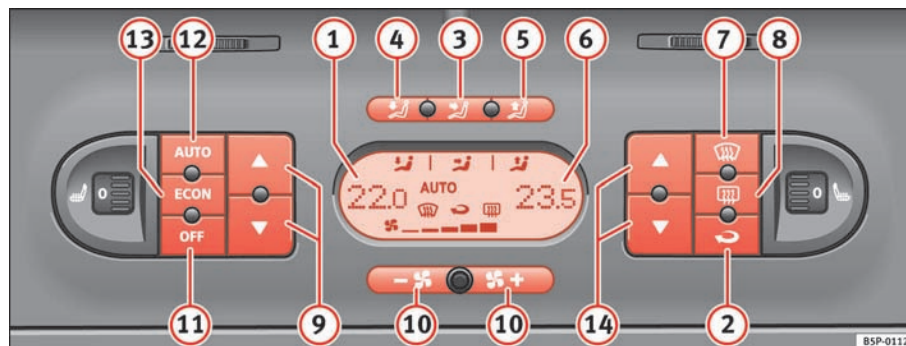

Fig. 133 På instrumentpanelet: betjeningselementer til 2-zoners klimaanlæg, Climatronic
- Tryk på en af knapperne ⇒ fig. 133 3 til 5, **ECON** eller på knappen til blæseren 10. Symbolet **AUTO** forsvinder fra
- Tryk på knappen  ⇒ side 157, fig. 133  for at aktivere eller deaktivere recirkulationsfunktionen. Når recirkulationsfunktionen er aktiveret, bliver symbolet  vist i displayet.